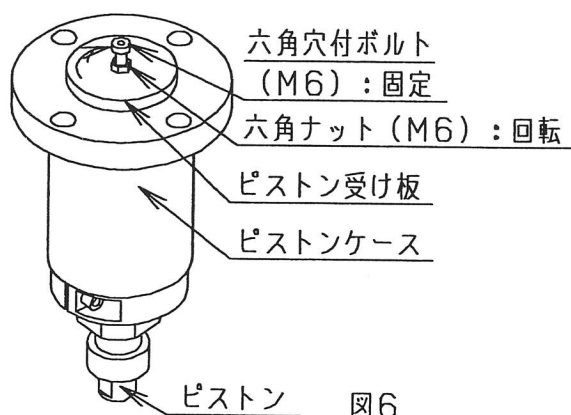
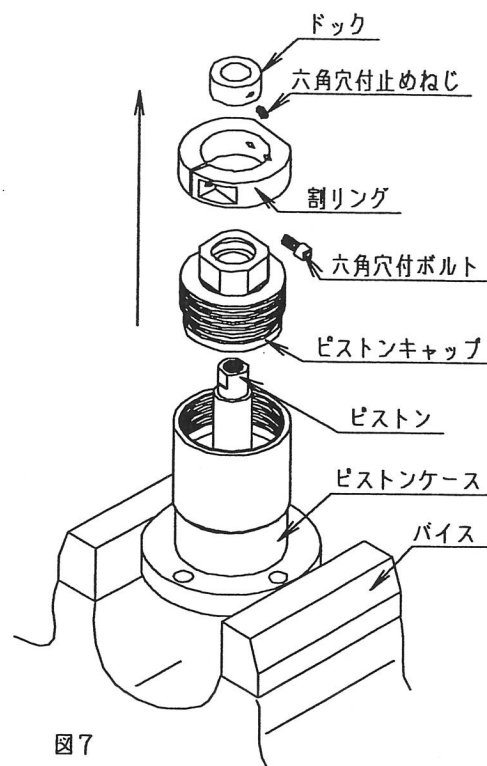

図6
図7
- ⑦ 油圧駆動部を分解する場合は、バルブを外した後ピストンのM6タップに、ピストン受け板(治具)・六角ナット及びボルトを取付け、ジャッキアップの原理でピストンを2～3mm引き上げます(図6)。その後、ピストンケースをバイスに固定し、ドック・割りリングを外しピストンキャップを緩めピストン・スプリングを取り出します。組立時のピストンキャップの締付トルクは260N・mです。(図7)